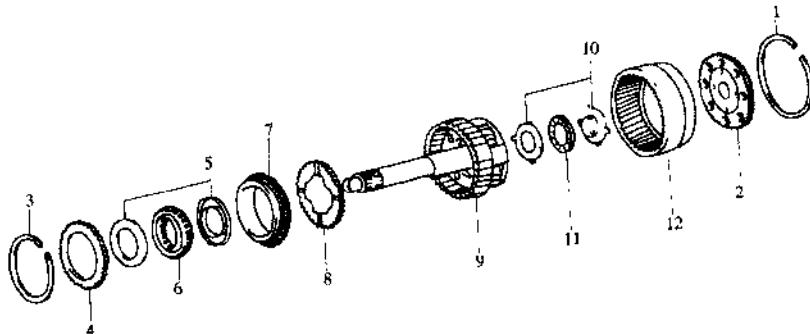

图 5.21 行星排和单向离合器零件的位置
- ① 检查太阳轮、行星齿轮、齿圈的齿面，如有磨损或疲劳剥落，则应更换整个行星排，如图 5.21 所示。